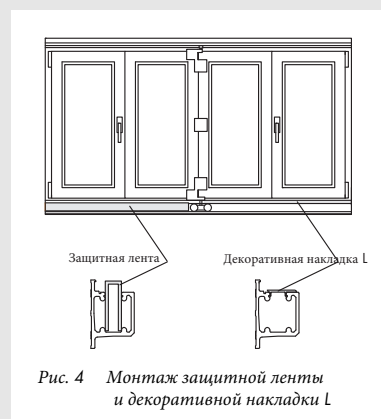

Рис. 4 Монтаж защитной ленты и декоративной накладки L
- D** Установите все декоративные накладки. Обрезать декоративную накладку F (20) и установить.
- E** Обрезка декоративной накладки L (22) (длина = длине тележки до края внешней рамы). Установите декоративную накладку L (22) на несущую направляющую, см. рис.4.
- F** В целях предотвращения от загрязнения во время монтажа, например, при чистке конструкции, рекомендуется проложить защитную ленту (23) между отдельными складывающимися элементами, см. рис. 4.